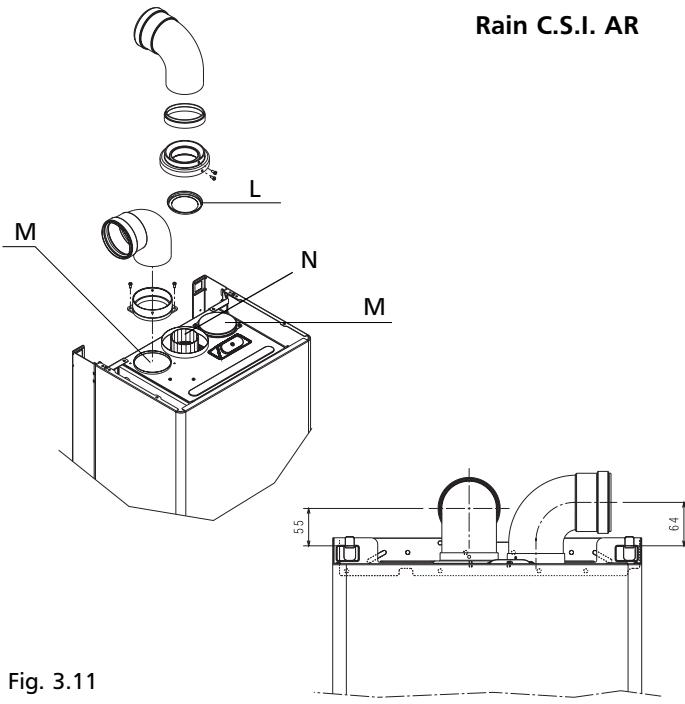

Fig. 3.11
Il condotto di scarico dei prodotti della combustione (N) è indicato in fig. 3.11.